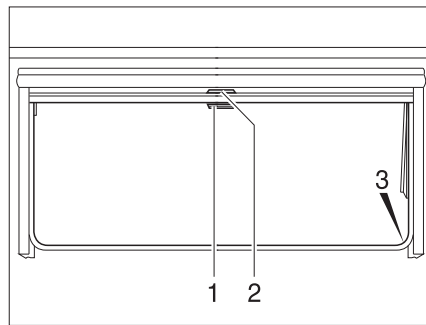

Bild 44 Överkantshängda fönster
- Drag ned mörkläggningsrullgardinen med handtaget (Bild 44,2). När mörkläggningsrullgardinen dras ned helt fäster man det i spärrarna (Bild 44,3) på båda sidorna på fönsterkarmen.
- När mörkläggningsrullgardinen är helt neddragen: Tryck ned handtaget (Bild 44,2) och drag det något inåt. Nu kan man ta loss mörkläggningsrullgardinen ur spärrarna på båda sidorna av fönsterkarmen.
- När mörkläggningsrullgardinen inte är helt neddragen: Drag handtaget (Bild 44,2) lätt nedåt tills spärren släpper.
- Drag ner insektsnätet med handtaget (Bild 44,1) och fäst det i spärrarna (Bild 44,3) på båda sidorna av fönsterkarmen.
- Tryck ned handtaget (Bild 44,1) och drag det något inåt. Lossa insektsnätet ur spärrarna på båda sidorna av fönsterkarmen.